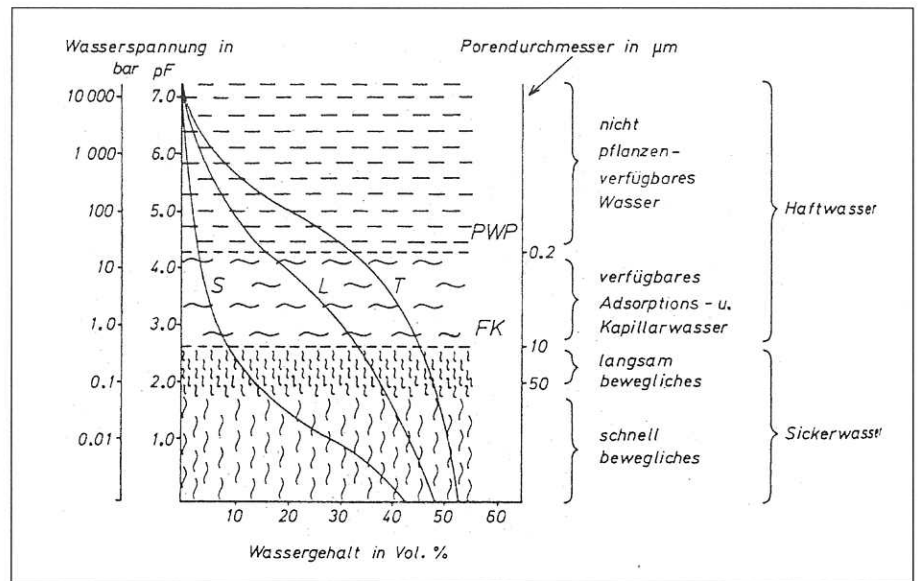

Abbildung 1: Wassergehalt in Abhängigkeit von der Wasserspannung in verschiedenen Böden
Die Beziehung von Wassergehalt und Wasserspannung an einem Beispiel (Abb. 1): In einem Sandboden (S) entspricht eine Wasserspannung von pF = 3 (1 bar) einem Wassergehalt von ca. 8 Vol.-%; ein Tonboden (T) hat bei gleicher Wasserspannung einen Wassergehalt von 45 Vol.-%. Der Tonboden hat somit auch eine höhere Feldkapazität (FK), erreicht aber schon bei ca. 33 Vol.-% Wassergehalt den permanenten Welkepunkt (PWP). Das heißt: leichte Böden haben einen geringen Vorrat an Wasser mit guter Verfügbarkeit (geringer Bindungsstärke) für Pflanzen, während schwere Böden einen hohen Wasservorrat aufweisen, von dem nur ein relativ kleiner Teil pflanzenverfügbar ist. Die Bindungsstärke (d.h. also die Wasserspannung) des Bodenwassers steigt in der Reihenfolge *Sandboden* < *Schluffboden* < *Tonboden*. Diese unterschiedliche Bindungsstärke ist also abhängig von der Körnung und beruht auf einer Zunahme der adsorbierenden Oberfläche der Bodenteilchen und einer Abnahme des Porendurchmessers.